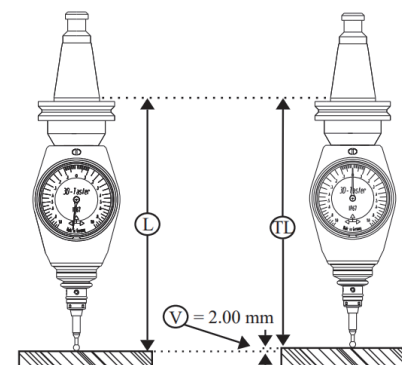

Fig. 1
- Confirmez la longueur totale effective TL de la table 3D (Fig. 1)